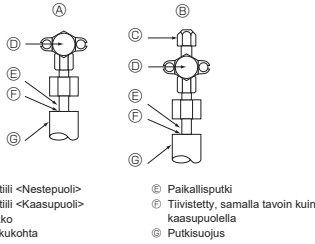

Fig. 4-4
4.4. Kylmäaineputken ilmatiivyyden testausmenetelmä (Fig. 4-4)